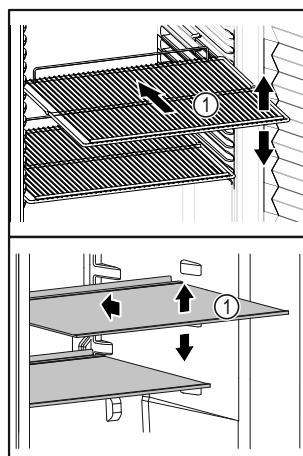

Fig. 66 Beispielhafte Darstellung
- ❑ Wenn Ablageflächen *Fig. 66 (1)* versetzbar sind, Ablageflächen je nach Höhe anpassen.